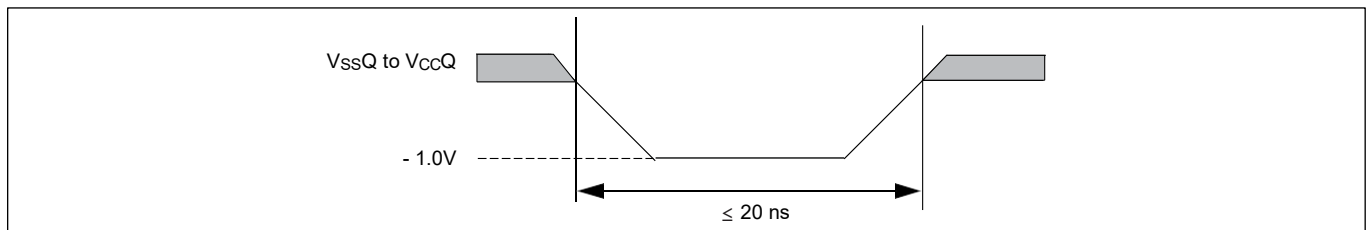
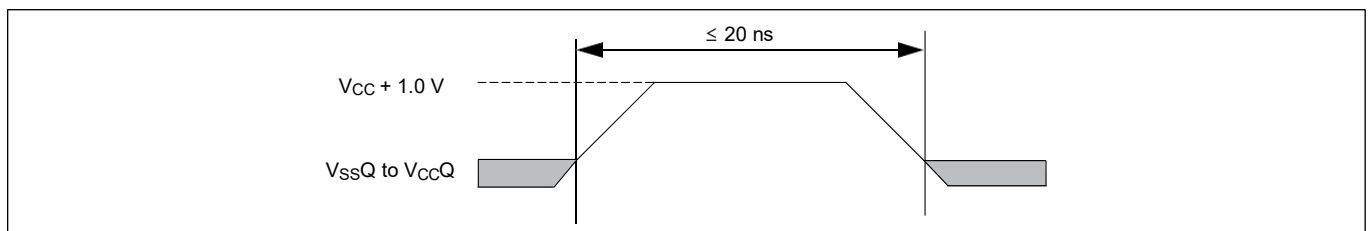

图21 最大负过冲波形
图 22 最大正过冲波形
29. 输入或 IO 信号上的最小直流电压为 -1.0 V。在电压转换期间, 输入或 IO 信号可能低于 V_{SS}至 -1.0V, 持续时间长达 20 ns。见 图 21。输入或 IO 信号上的最大直流电压为 V_{CC} + 1.0 V。在电压转换期间, 输入或 IO 信号可能高于 V_{CC} + 1.0 V, 持续时间长达 20 ns, 见 图 22。